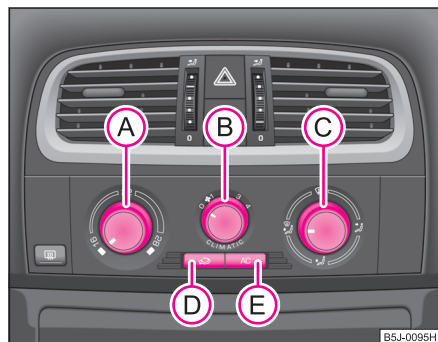
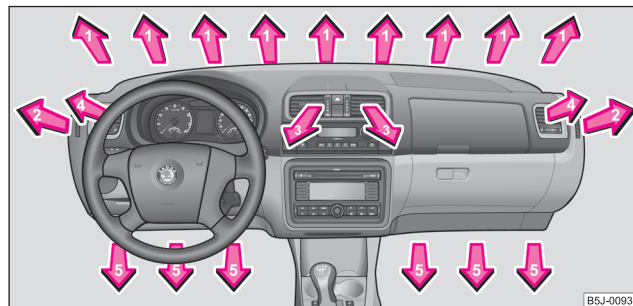

Fig. 83 Climatic:
Fig. 84 Gurile de ventilație a aerului
Instalația de climatizare funcționează numai când tasta  => pagina 94, fig. 83  este apăsată și se îndeplinesc următoarele condiții:
- Rotiți regulatorul rotativ (A) ⇒ fig. 83 spre dreapta pentru a mări temperatura.
- Rotiți regulatorul rotativ (A) spre stânga pentru a reduce temperatura.
- Regulatorul (A) ⇒ pagina 94, fig. 83 pe temperatura selectată de dvs. (noi recomandăm 22 °C)
- Comutatorul (B) în poziția 3 sau 4
- Regulatorul distribuției aerului (C) în poziția
- Gurile de ventilație 4 ⇒ pagina 96, fig. 84 deschise și îndreptate spre geamurile laterale.
- Comutatorul (B) în poziția 2
- Regulatorul distribuției aerului (C) în poziția dintre  și
- Gurile de ventilație 4 ⇒ pagina 96, fig. 84 deschise și îndreptate spre geamurile laterale
- Apăsați comutatorul  ⇒ pagina 94, fig. 83, simbolul din comutator  se aprinde.
Când regulatorul  se află în poziția  ⇒ pagina 94, fig. 83, recircularea aerului este oprită automat. Prin apăsarea repetată a tastei  puteți porni recircularea aerului și în această poziție.
Admisia aerului prin fiecare gură de ventilație se reglează de la regulatorul  ⇒ pagina 94, fig. 83. Gurile de ventilație 3 și 4 se pot deschide și închide separat:
Prin gurile de ventilație deschise este admis aer încălzit, rece sau răcit, în funcție de poziția regulatorului  ⇒ pagina 94, fig. 83 și de condițiile climatice. ■